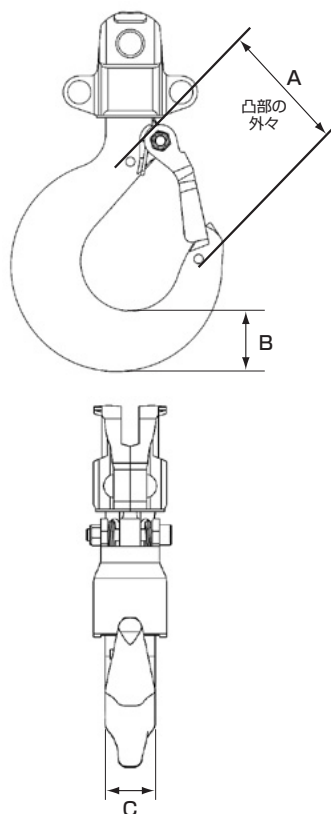

図13 フック寸法
- (1) 購入時に図13～16A・B・C寸法を測定し、その実測値を表5～8の空欄に記録してください。